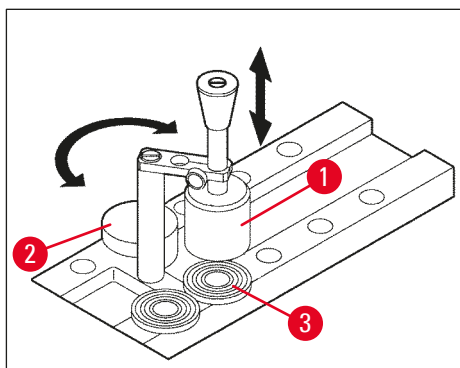

Bild 14
4. Sätt preparatskivan med preparatet i en av de 10 öppningarna i snabbfrysacket (→ "Bild 14") och frys den.